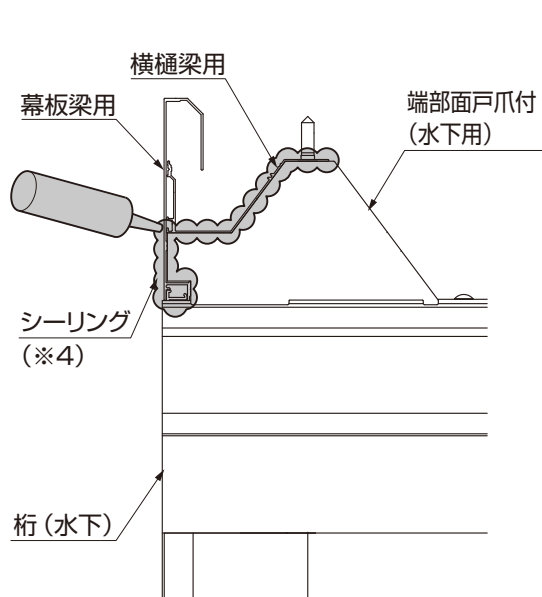
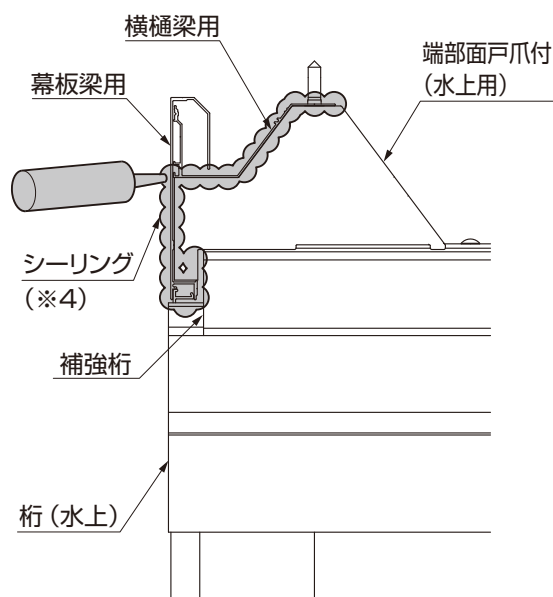

図15-6 A部詳細図
図15-7 B部詳細図
- ③ 端部面戸爪付の水上用と水下用の端部にシーリング（※4）をしてください。（図15-6、図15-7参照）